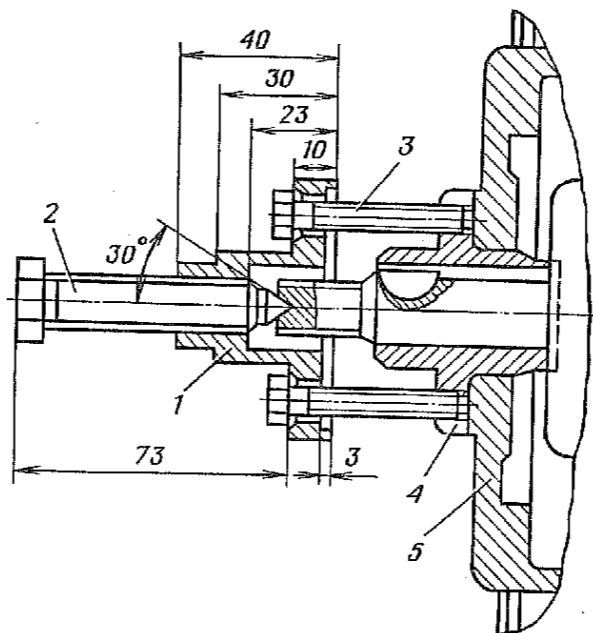

Рис. 88. Снятие колеса вентилятора:
1.7. Спрессовать колесо 5 (рис. 88) вентилятора в сборе со ступицей с вала генератора (съемник, ключ 19).